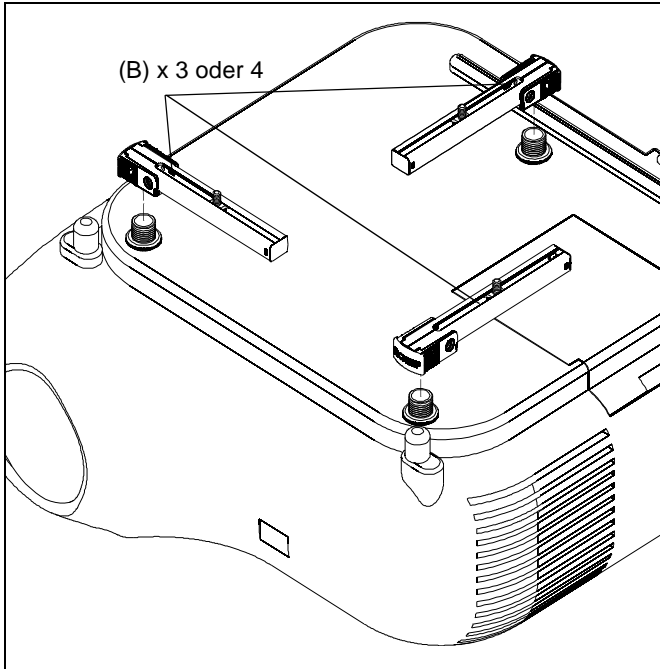

Abb. 4
- Platzieren Sie die SLBU/SLMU-Beine (B) über den Schraubadaptern mit den Höheneinstellmuttern. (See Figure 4)